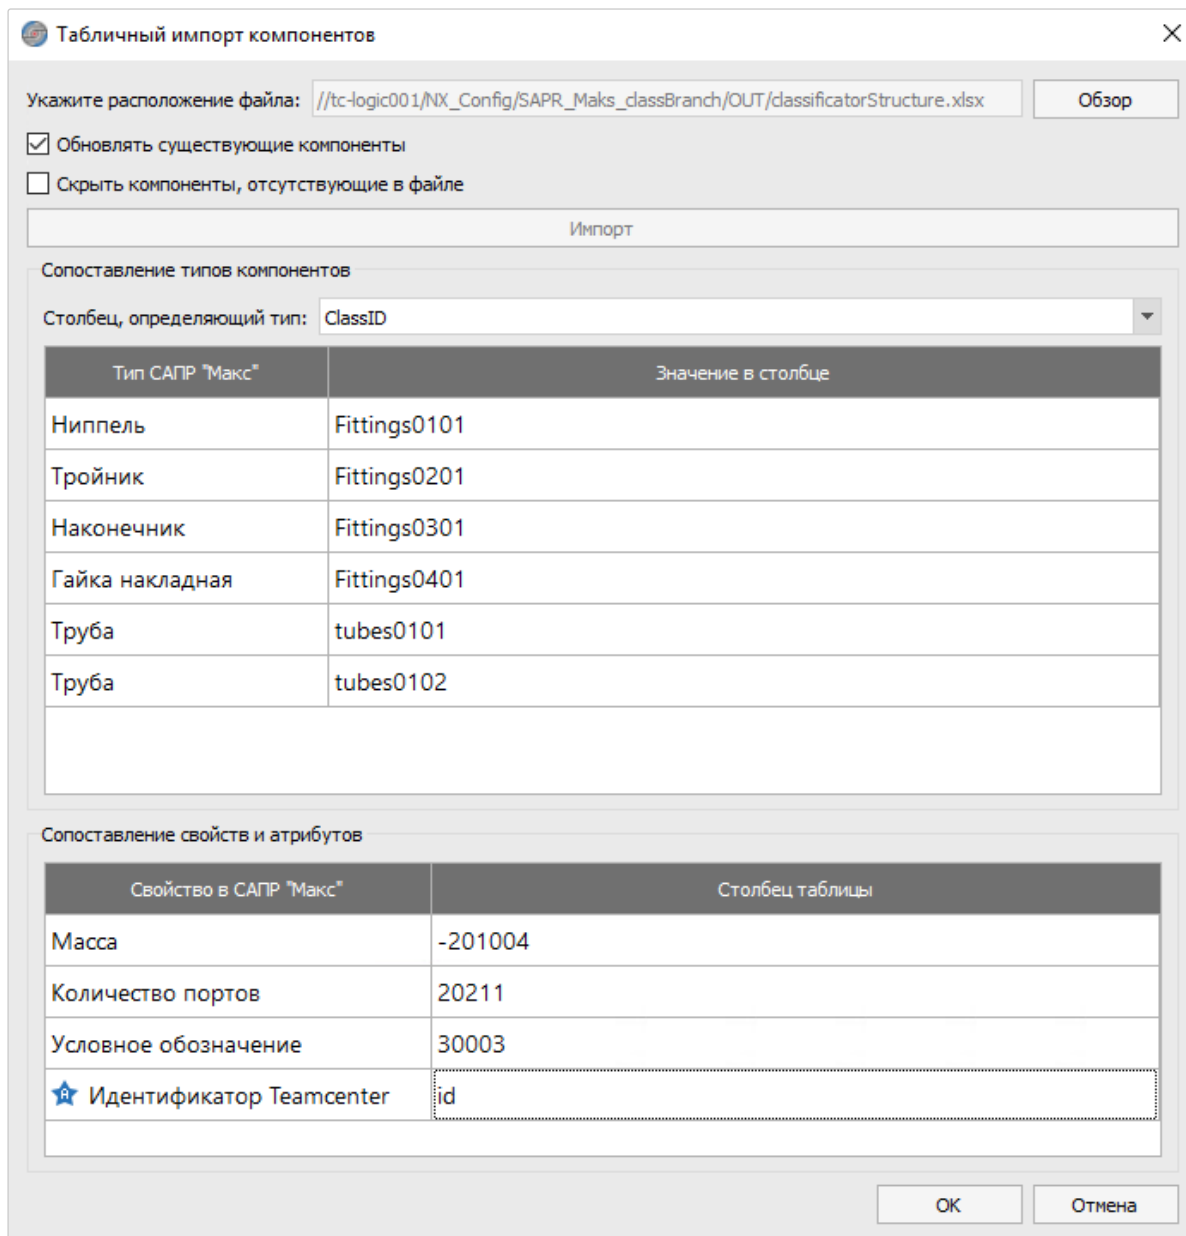

Рисунок 105. Диалоговое окно «Табличный импорт компонентов»
- 2) В открывшемся диалоговом окне «Табличный импорт компонентов» (см. рисунок 105) выбрать исходный файл формата XLSX, нажав на кнопку «Обзор». При изменении структуры «Классификатора» (состава узлов, связанных атрибутов) необходимо повторно произвести выбор файла, чтобы актуализировать соответствующие данные в Программе для ЭВМ «Макс»
Минимальный базовый набор параметров, соответствий типов компонентов, атрибутов между Классификатором ТС и Программой для ЭВМ «Макс», приведен на изображении окна табличного импорта (см. рисунок 105). В ходе эксплуатации модуля допускается изменение параметров, состава и сопоставления типов компонентов и атрибутов. Для корректного функционирования интеграционного решения необходимо добавить и сопоставить следующие атрибуты (они также обязательно должны быть заполнены на стороне ТС):